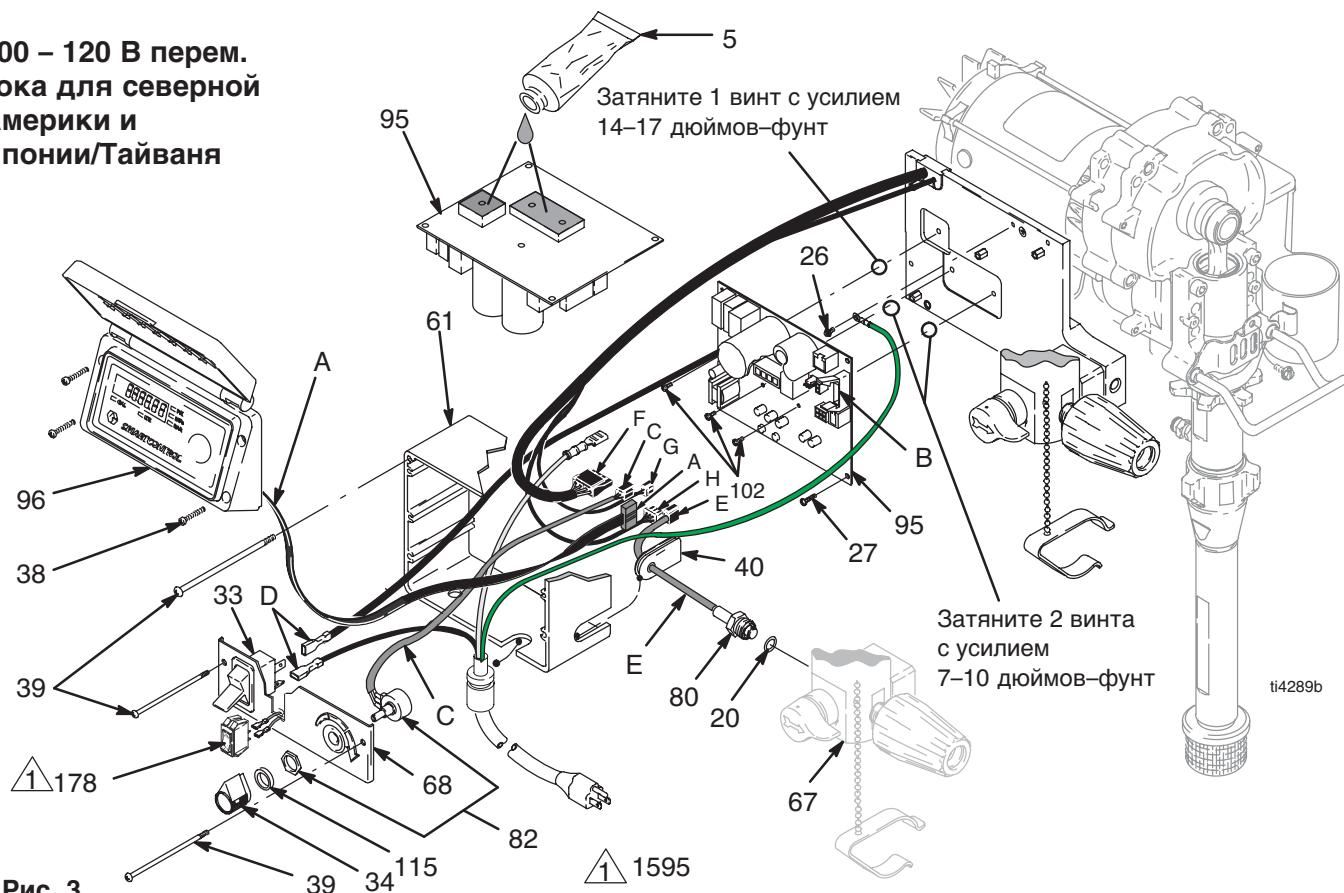

Рис. 3
- Рис. 3. Отверните четыре винта (38) и снимите крышку (96).
- Отсоедините разъем дисплея (A) от платы управления мотора (95).
- Отверните два нижних винта (39) и дайте панели управления (68) свободно повиснуть вниз.
- Отсоедините провод(-а) питания платы управления (D) от выключателя (33) и платы управления мотора (95).
- Отсоедините разъем потенциометра (C) от платы управления мотора.
- Отсоедините выключатель 15/20А (178) (1595).
- Отсоедините разъем датчика (E) от платы управления мотора.
- Отверните два винта (39) и снимите блок управления (61).
- Отверните пять винтов (27), три винта (102) и снимите плату управления мотора.
- Рис. 3. Нанесите небольшое количество термостойкого состава 110009 (5) на темные области, отмеченные на рисунке задней части платы управления мотора (95).
- Установите и закрепите плату управления мотора (95) пятью винтами (27). Затяните с усилием 9-11 дюймов-фунт (1,02 - 1,24 Нм). Установите и затяните три винта (102) с усилиями, указанными на Рис. 3.
- Установите блок управления (61) и закрепите двумя винтами (39).
- Подсоедините разъем датчика (E) к плате управления мотора.
- Подсоедините выключатель 15/20А (178) (1595).
- Подключите провод(-а) питания мотора (D) к выключателю (33).
- Подсоедините разъем потенциометра (C) к плате управления мотора.
- Установите пульт управления (68) и закрепите его двумя винтами (39).
- Подсоедините разъем дисплея (A) к плате управления мотора.
- Установите крышку (96) и закрепите ее четырьмя винтами (38).
2. Рис. 3, 4 или 5. Отверните четыре винта (38) и снимите крышку (96).
3. Отсоедините разъем потенциометра (C) от платы управления мотора (95).
4. Снимите ручку-регулятор давления (34) при помощи шестигранного ключа.
5. Снимите прокладку (115), гайку и потенциометр (82) с панели управления (68).